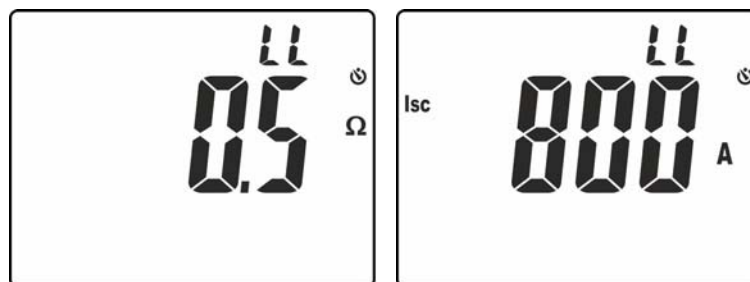

Fig. 28: Resultados de la medida de impedancia Bucle L-L
12. En la pantalla de Fig. 28 – parte izquierda está presente el valor de la impedancia de Bucle L-L. Pulse las teclas  $\blacktriangledown/\text{lightbulb}$  o  $\blacktriangle$  para visualizar el valor de la presunta corriente de cortocircuito **Isc** (ver § 9.3)